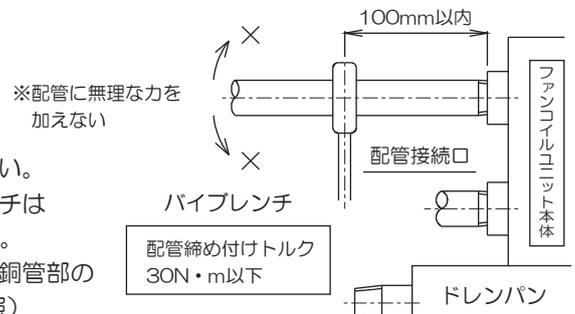

図4-1 冷温水配管施工時の注意事項
- 管または仕切弁などをコイルに接続するときは、パイプレンチは配管接続口より100mm以内にかけてねじり込んでください。離れた位置にかけてねじり込むとコイルに無理な力が加わり、銅管部の破損により水漏れが発生するおそれがあります。(図4-1参照)